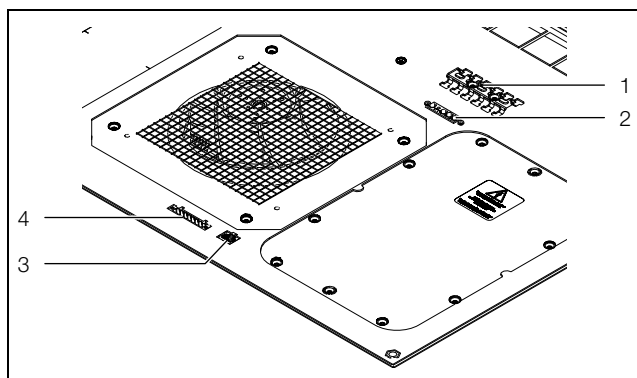

Рис. 13: Подключения на нижней стороне потолочного холодильного агрегата
- Экран кабеля может контактировать с шиной с Т-образными зубцами (рис. 13, поз. 1).